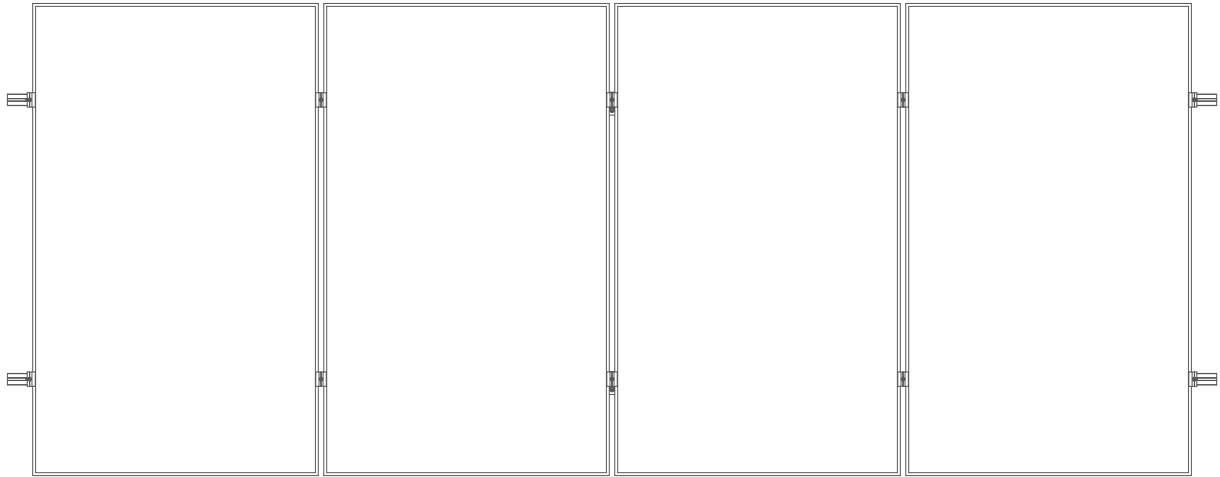
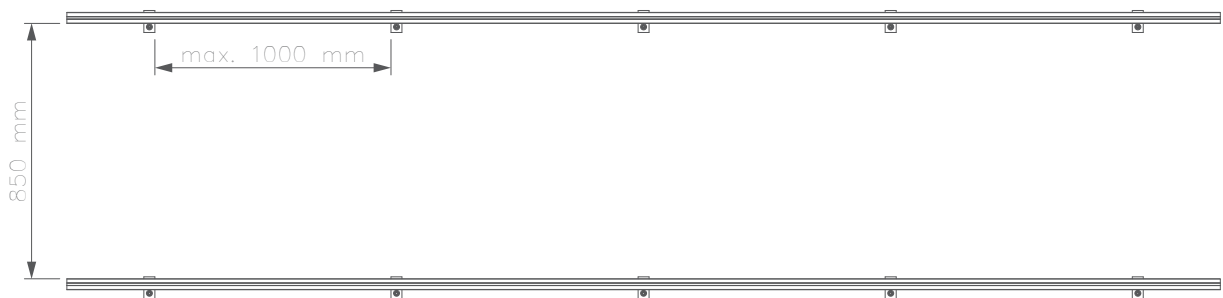

Abb. 1. Modulplatzierungsplan
Abb. 2. Platzierung der Montageschienen mit doppeltem Gewindeschraube
- 1 Vor dem Montieren muss man die Verteilungsplan der Module auf dem Dach festlegen (Abb. 1). Das ist die Grundlage für die Verteilung der Montageschienen mit allen Zubehörteilen (Abb. 2).
- 6** Vor dem Montieren des Sets müssen Sie den Modul-Aufstellungsplan auf dem Dach bestimmen (Abb. 1). Dies ist die Grundlage für die Verteilung der Montageschienen mit allen Zubehörteilen (Abb. 2).